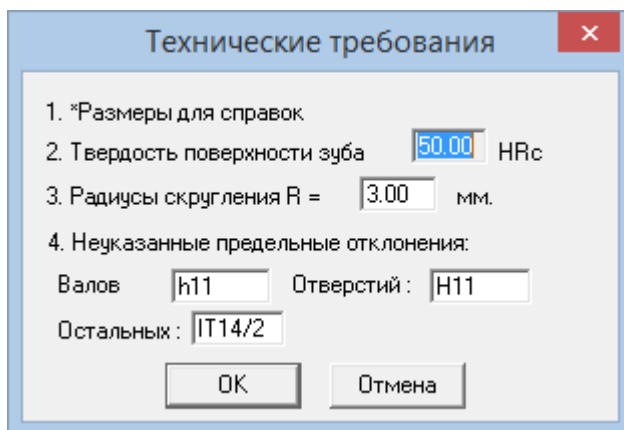

Рис. 5.7
- **Задание технических требований.** Двойной щелчок левой кнопкой мыши в области списка с техническими требованиями (меню **Данные/Технические требования...**) вызывает открытие диалогового окна «**Технические требования**» (рис. 5.7). Пользователь может изменить параметры, записанные в полях с белым фоном.